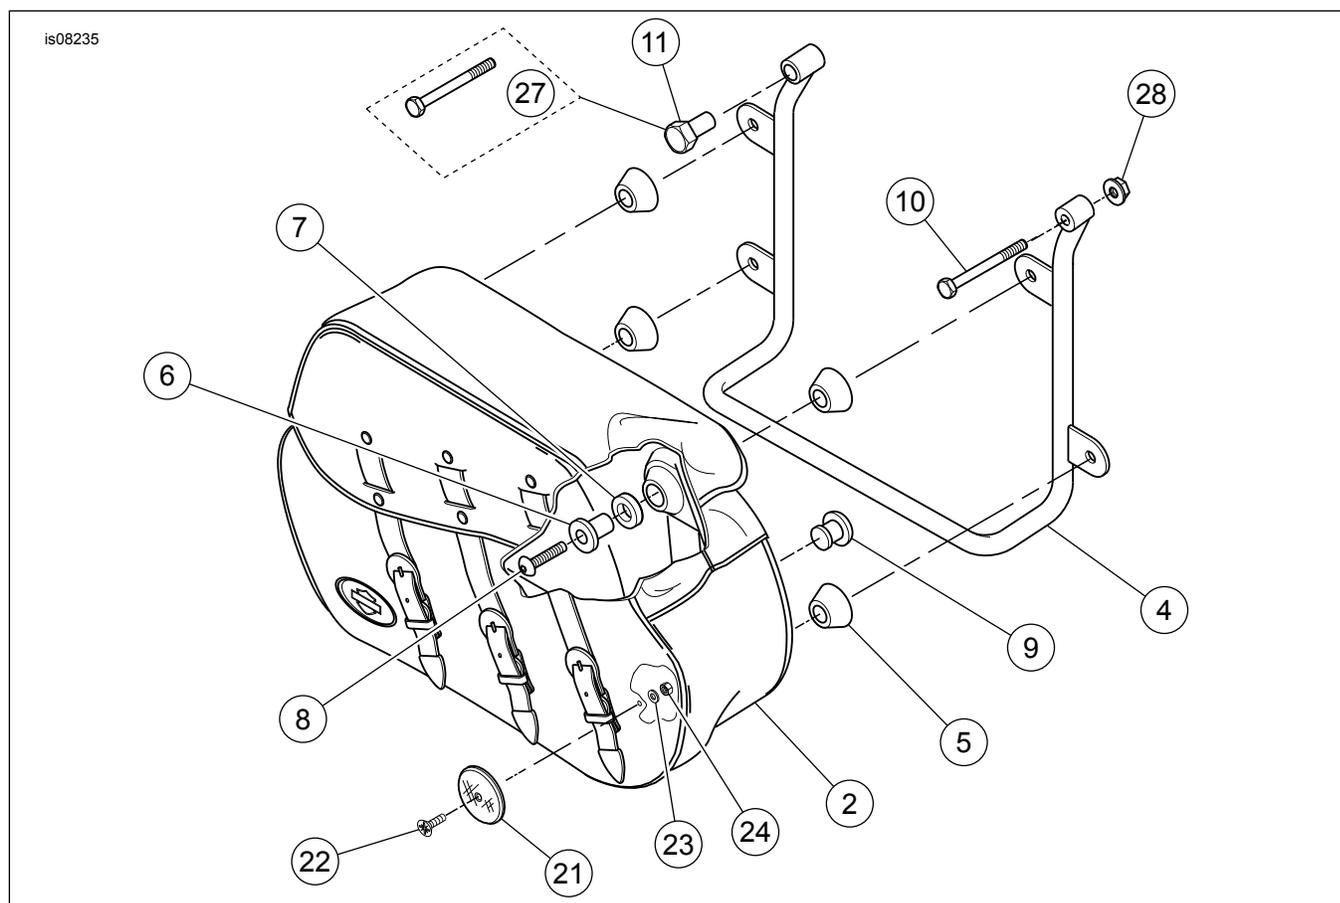

Figure 12. Pièces de rechange (kit 3 de 3)
1. Voir Figure 12. Placer le support de sacoche en position avec le trou d'attache avant de support sur le goujon supérieur d'amortisseur arrière (1999 et plus anciens) ou l'emplacement de boulon (2000 à 2003). Sécuriser le trou d'attache arrière de support avec le boulon de 2 3/4 po (10) et le contre-écrou existant, retiré à l'étape 4, du repositionnement de feu de direction arrière. Utiliser la rondelle (17) pour remplir l'espace vide entre le couvercle de support de garde-boue et le coussinet de repositionnement si les plaques latérales sont installées. S'il n'y a pas de plaque latérale, placer la rondelle à l'extérieur du coussinet de repositionnement.
2. **Sur les modèles de 1994 à 1999**, sécuriser le trou d'attache avant de support avec l'écrou à manchon (11). **Sur les modèles de 2000 à 2003**, sécuriser le trou d'attache avant de support avec les vis à tête hexagonale 1/2-13 x 3,00 (27). Serrer l'écrou à manchon (ou la vis) à un couple de 28,5 à 47,5 N·m (21 à 35 lb·pi). Serrer le boulon de support arrière (10) à un couple de 16,3 N·m (12 lb·pi).
3. Voir Figure 12. Monter une rondelle d'isolant (7) sur une bague d'isolant (6). Placer une vis (8) dans la bague.
5. Voir Figure 12. Pousser un isolant de sacoche (5) sur la bague, la forme conique orientée vers la sacoche.
8. Voir Figure 12. Centrer le réflecteur (21) dans le coin inférieur arrière de la sacoche et marquer l'emplacement du trou.
9. Voir Figure 12. Perforer un trou dans la sacoche et monter le réflecteur à l'emplacement indiqué. Utiliser la vis à tête cylindrique (22), la rondelle (23) et le contre-écrou (24).